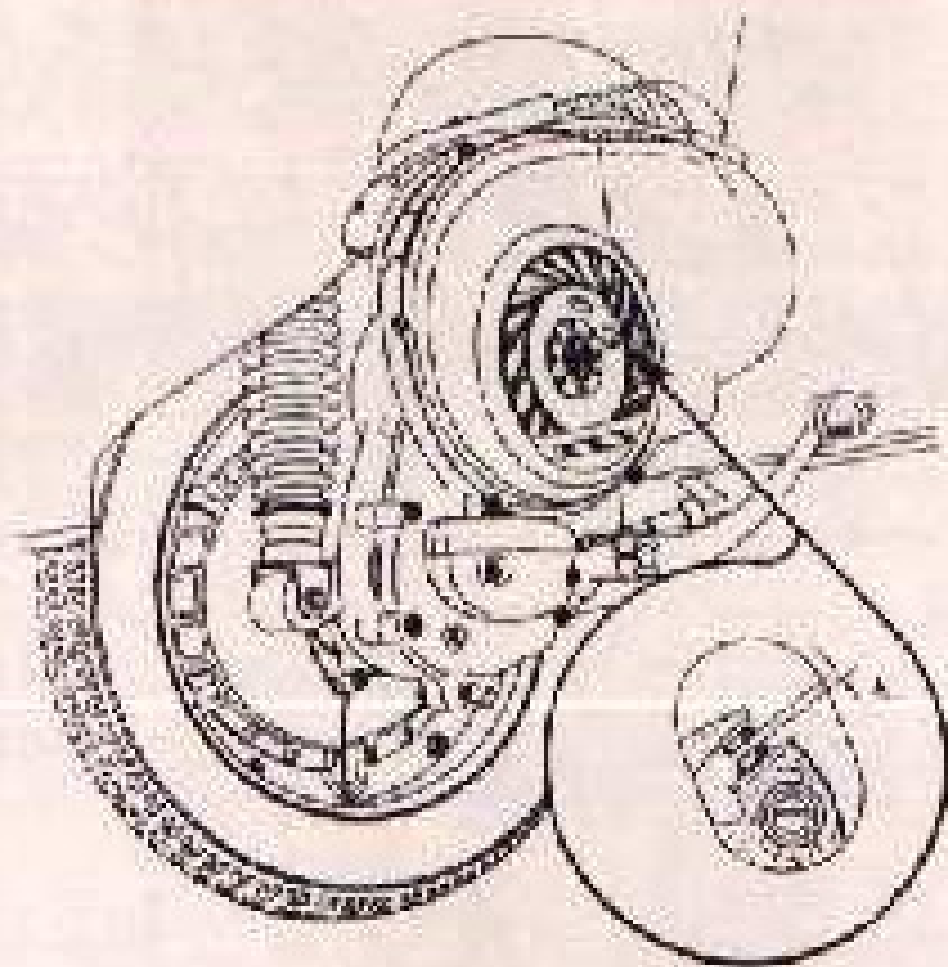

Fig. 14.—Regiaje platinos del ruptor.
4. Limpiar y ajustar a 0,4 mm. los platinos del ruptor del volante magnético (véase fig. 14).